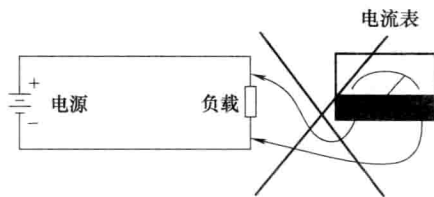

图 1-2 电流表的错误接法
④ 因为电流表的特点是内阻非常小,所以在用电流表时,绝对不允许把电流表并接在负载或电源上,如图 1-2 所示。否则电路中的电压因电流表内阻小,形成短路,极易将表损坏。电流表的量程范围一定要超过电路的实际电流的数值。如发现表针猛打到头,要立即断开电源检查原因,以防损坏表头。